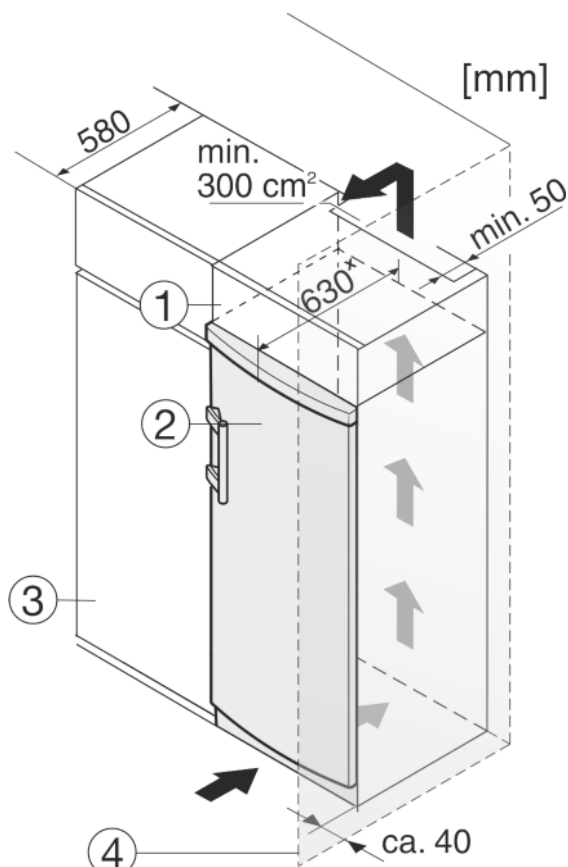

Fig. 10
Skåpet kan byggas in med köksskåpen. För att anpassa skåpet Fig. 10 (2) till höjden på köksskåpen kan ett överskåp Fig. 10 (1) monteras.
Vid inbyggnad i köksskåp (max. djup 580 mm) kan skåpet ställas direkt intill köksskåpet Fig. 10 (3). Skåpet är framskjutet 34 mm i sidled x och 50 mm i skåpmitten x mitt emot köksskåpets front.
Om skåpet placeras med gångjärnen bredvid en vägg *Fig. 10 (4)* skall avståndet mellan skåpet och väggen vara minst 40 mm. Detta motsvarar handtagsavståndet med öppen dörr.